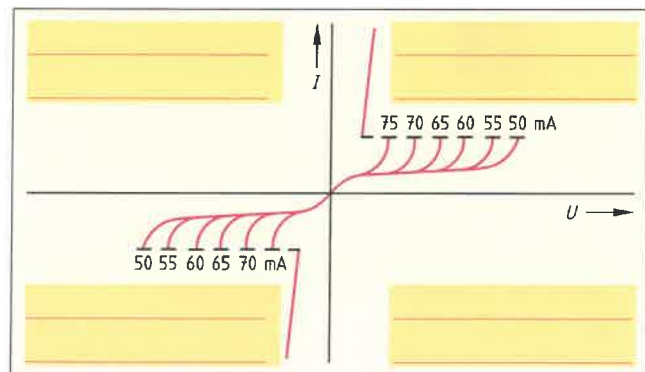

Bild 3: Kennlinie eines Triacs
3. Welche Bedeutung haben die verschiedenen Stromangaben in der Kennlinie (**Bild 3**)?